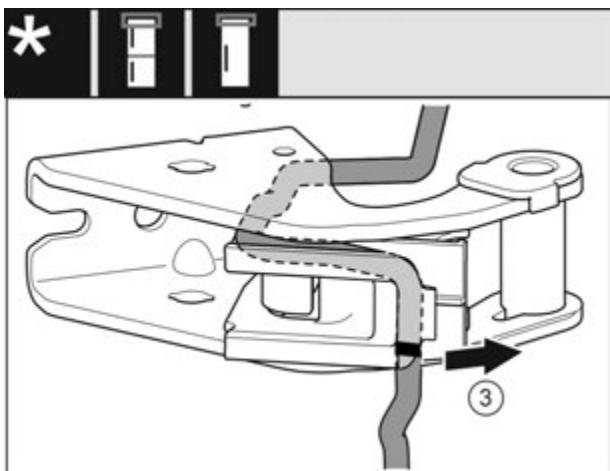

Fig. 27
- Демонтувати кабель з тримачем кабелю з опорного кронштейну. Fig. 27 (3)